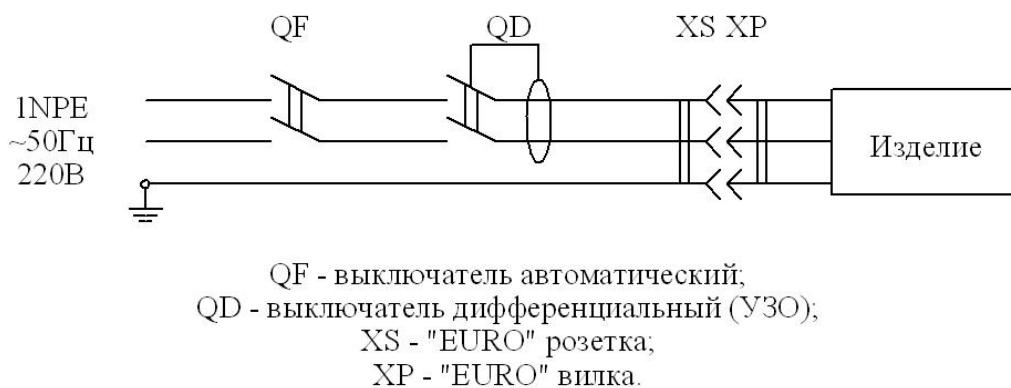

Рис. 1. Схема подключения изделия к электросети
6. 4. Изделие подключать к питающей электрической сети (рис. 1) через автоматический выключатель электромагнитной защиты и дифференциальный выключатель (УЗО). Выбор автоматического выключателя: с номиналом уставки по току 6,3А для ВХС, ВХСн и на 10А для ВХН, у дифференциального выключателя номинальный ток должен быть выше номинального тока автоматического выключателя и номинальный отключающий дифференциальный ток – 30 мА.